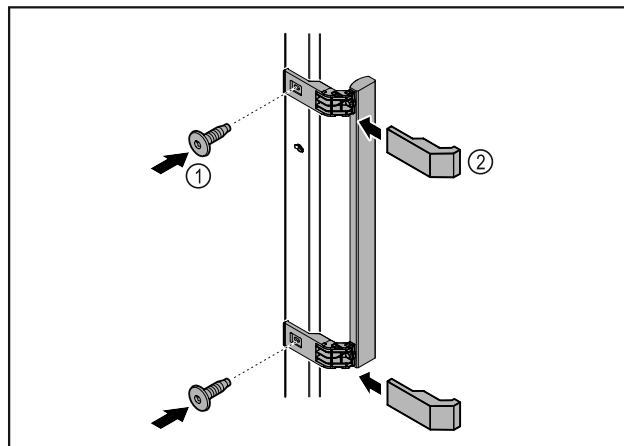

Fig. 6
- Zamontować uchwyt z dodatkowego opakowania na drzwiach przy użyciu dołączonych śrub Fig. 6 (1).
- Założyć osłonę Fig. 6 (2).